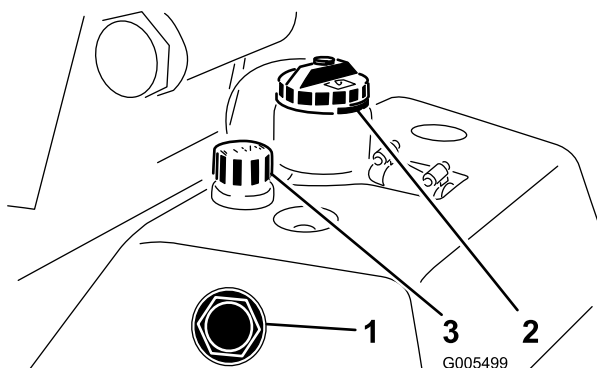

Figura 26
1. Coloque a máquina numa superfície plana. Certifique-se de que a máquina arrefeceu e de que, portanto, o óleo se encontra frio. Verifique o nível de óleo consultando o indicador situado ao lado do depósito de óleo (Figura 26). Se o nível do óleo alcançar a marca Full no indicador, o nível de óleo é suficiente.